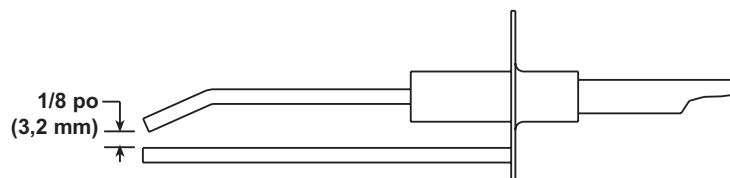

Figure 16. Écartement des pointes de l'allumeur
- L'écart d'allumage (voir Figure 16) doit être maintenu à 1/8 pouce.